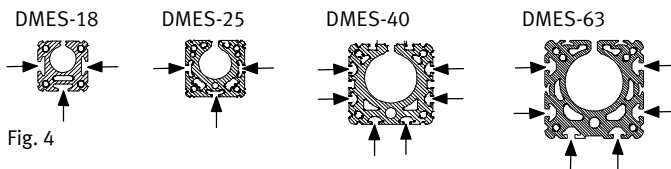

Fig. 4
- Используйте отмеченные пазы для крепления привода → Fig. 4.